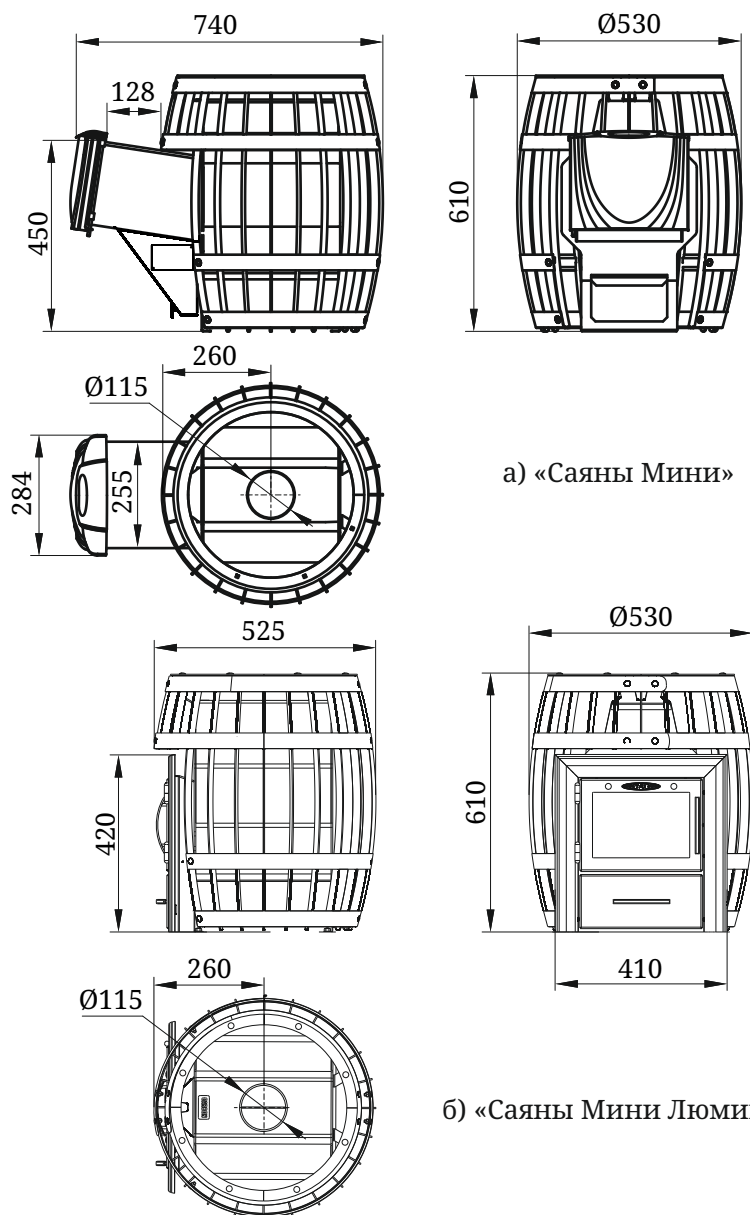

Рисунок 1. Габаритно-монтажные размеры
** - печь со стандартным топливным каналом см. рисунок 1а